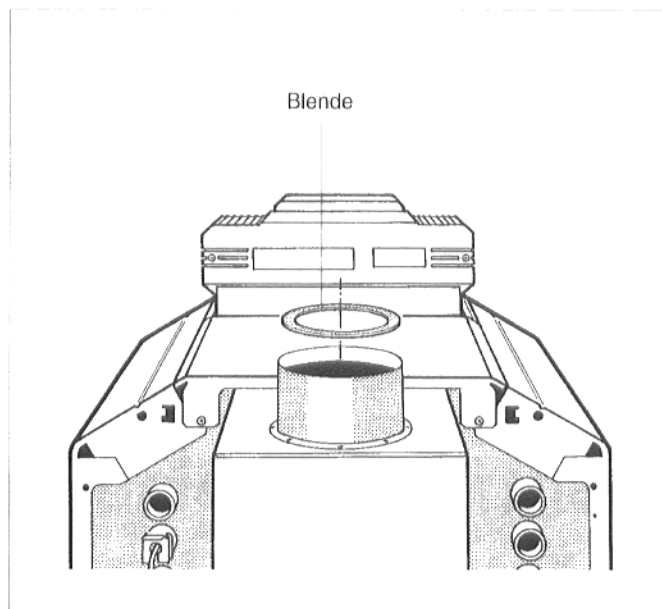

Abb. 1: Blende im Abgasrohr
- Bei Kesselgröße 9-2 Blende (\varnothing 70 mm) in den Abgasstutzen von oben einlegen; bei Kesselgröße 15-3 Blende entfernen (Abb. 1)!